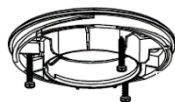

Рис. 1
7. Отделите элементы, фиксирующие модуль камеры от падения, открутив основание для монтажа (см. рис.1).
9. Установите элементы в обратном порядке на модуль камеры и зафиксируйте их (см. рис.1).